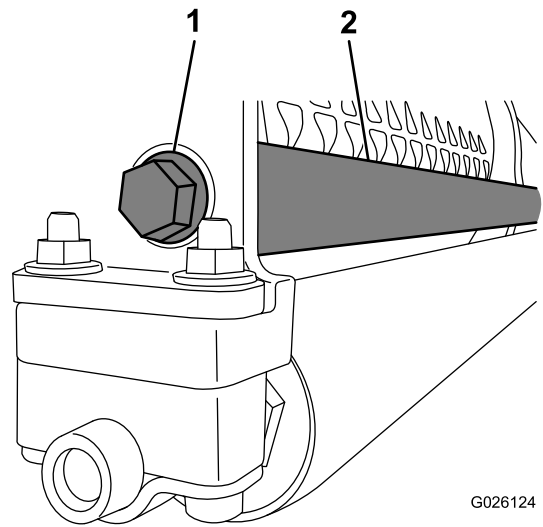

Figura 6
4. Sujete el extremo roscado de la barra de peso al bastidor con un perno con arandela prensada (Figura 6).